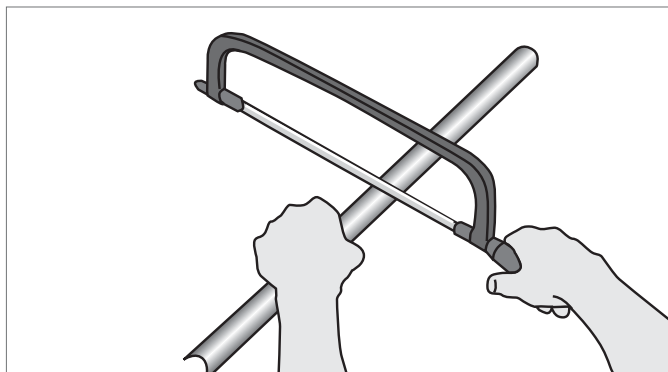

Fig. 13-6 Corte
1. Cortar la canaleta semicilíndrica clipable con una sierra para metal (ver la Fig. 13-6). Mantener una distancia segura entre la mano que sujeta el tubo y la herramienta de corte. Cortar la canaleta semicilíndrica clipable por la cara trasera, para no deformar las paredes curvas.